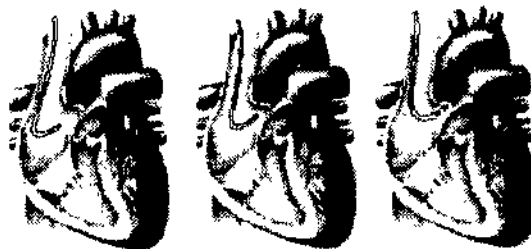

Fig. 3: colocación del electrodo en la aurícula del corazón
- o La curva distal del electrodo debe indicar una posición anterior. Si no es así, gire ligeramente el mango del electrodo/conector. Vuelva a introducir el electrodo hasta que la punta se coloque en la parte superior de la aurícula (Fig. 3). Logrará alcanzar la posición que desea manejando el mango del electrodo o el conector con mucho cuidado.
- A continuación, sujete el estilete y vuelva a introducir el electrodo hasta que la punta alcance la parte superior de la aurícula (Fig. 3). Logrará alcanzar la posición que desea manejando el tubo del electrodo o el estilete con mucho cuidado.